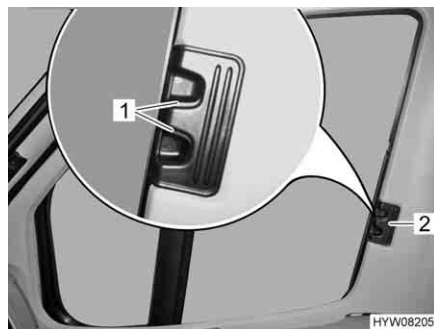

Fig. 91 Estor plegable para la ventana del conductor/acompañante
- Presionar los tiradores de desbloqueo (Fig. 91,1) y mantenerlos presionados.
- Cerrar los estores plegables para la ventana del conductor y la ventana del acompañante tirando en el tirador (Fig. 91,2) hacia el otro lado de la ventana y uniéndolos en las tiras magnéticas.
- Introducir los estores plegables para la ventana del conductor y la ventana del acompañante hasta el tope desplazando el tirador (Fig. 91,2).
- Soltar los tiradores de desbloqueo (Fig. 91,1) y dejar que engatillen.